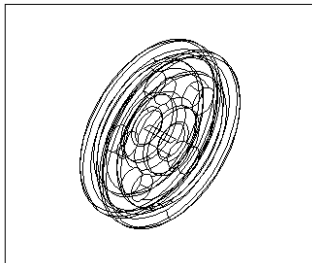

图 14-43
(13) 差集处理。选择  按钮或者在命令行直接输入 subtract, 结果如图 14-43 和 14-44 所示。